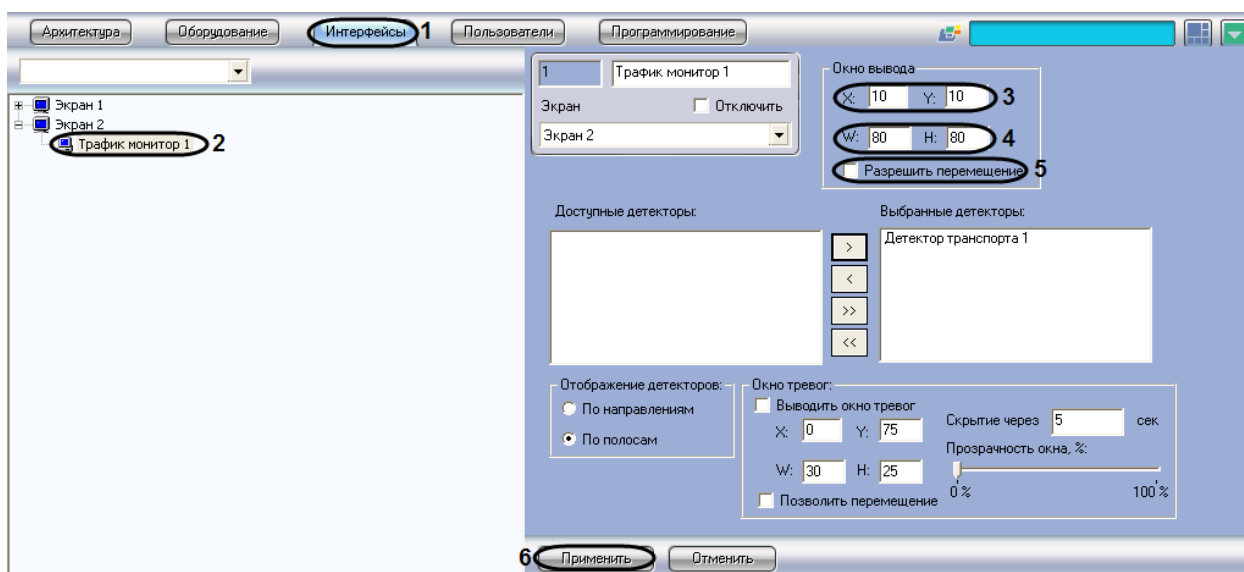

Рис. 7.7-1. Настройка размещения диалогового окна «Трафик монитор»
1. Перейти на вкладку «Интерфейсы» диалогового окна «Настройка системы» (см. Рис. 7.7-1, 1).
2. Выбрать в дереве объект «Трафик монитор» (см. Рис. 7.7-1, 2).
3. По умолчанию диалоговое окно «Трафик монитор» выводится в центральной части экрана (с координатами положения верхнего левого угла:  $X = 10$ ,  $Y = 10$ ). Для изменения положения на экране необходимо задать координаты его расположения в полях «X» и «Y» (см. Рис. 7.7-1, 3). Значения полей «X» и «Y» соответствуют координатам расположения левого верхнего угла диалогового окна на экране и выражаются в процентном соотношении относительно размеров экрана по горизонтали и вертикали соответственно.
4. По умолчанию диалоговое окно «Трафик монитор» занимает 80 % от общего пространства экрана. Для изменения размера диалогового окна необходимо задать его ширину в поле «W» и высоту в поле «H» (см. Рис. 7.7-1, 4). Значение полей «W» и «H» выражаются в процентном соотношении относительно размеров экрана по горизонтали и вертикали соответственно.
5. По умолчанию диалоговое окно «Трафик монитор» нельзя свободно перемещать по экрану. В том случае, если требуется разрешить перемещение диалогового окна, необходимо активировать флажок «Разрешить перемещение» (см. Рис. 7.7-1, 5).
6. Нажать кнопку «Применить» (см. Рис. 7.7-1, 6).